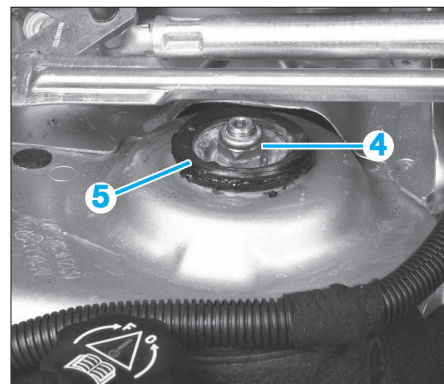

FIG. 11
- Déposer (Fig.11) :
- l'écrou (4) (empêcher la rotation de la tige d'amortisseur à l'aide d'un embout TORX 45)
- la coupelle (5)